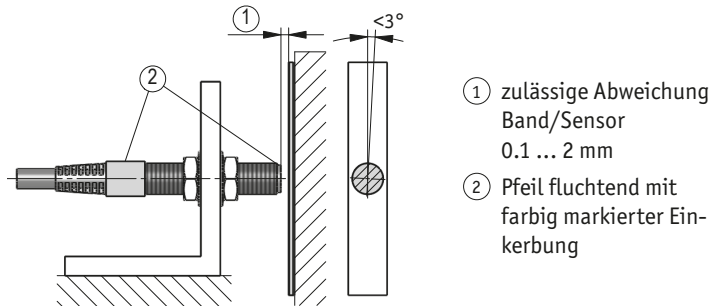

Abb. 8: Montage Sensor/Magnetband, Abstandsmaße, Toleranzen
- Die Abstandstoleranzen wurde nicht über die gesamte Messstrecke eingehalten (siehe Abb. 7, Abb. 8).
- Der Magnetsensor ist mit der aktiven Seite vom Band abgewandt montiert (siehe Abb. 7, Abb. 8).
- Der Magnetsensor wurde nicht, entsprechend Abb. 7, Abb. 8 ausgerichtet.